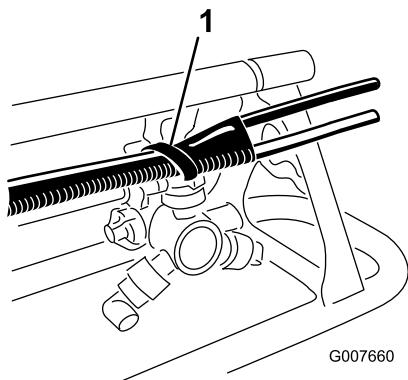

図 8
- ホースの端部を、上サポート・ポールの端にそろえる。ブレースについている穴とプラスチック製結束バンドを利用して、ホースをブレースに縛り付ける（図 8）。